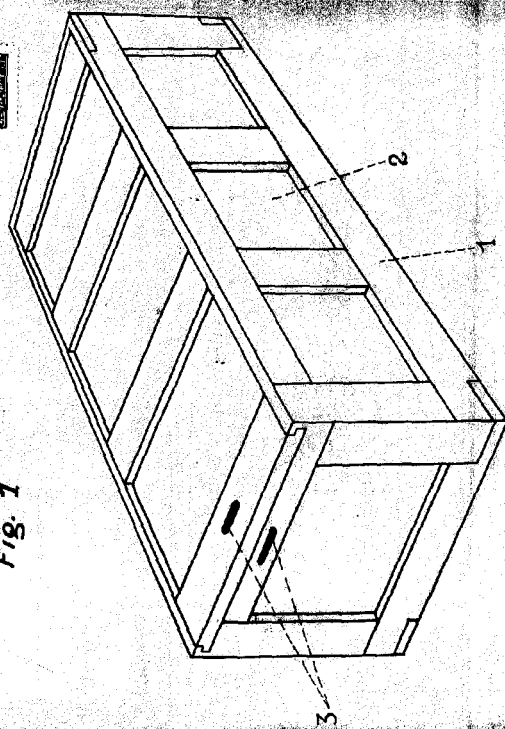

Fig. 2
30. 1ª, o la de "billot" para frutas de la Fig. 2ª, pero tanto en una como en otra variante, el acoplamiento se efectúa igualmente mediante cortes rectangulares en los listones, que dejan paso al otro listón, asimismo cajeados, y en tal forma dispuesto que los esfuerzos de cada listón están contrarrestados por los del contiguo y opuesto. Claro es que tales cajeados presentaran un corte perpendicular a la superficie del listón en las cajas rectangulares, y oblicuo en los "billots".
40. La tapa encaja a corredera en una ranura practicada al efecto en la parte superior y queda asegurada en su posición de cierre mediante alambres precintados, que pasarán por los orificios (3) dispuestos al efecto.
45. En una variación, no representada en los dibujos, los listones (4) que refuerzan la tapa, llevan un cajeados que las permite montar sobre los bordes, con lo que se evita que al colocar peso encima pueda sufrir la tapa, y, al mismo tiempo el alabeo de la caja, clavando los dos barrotes centrales.